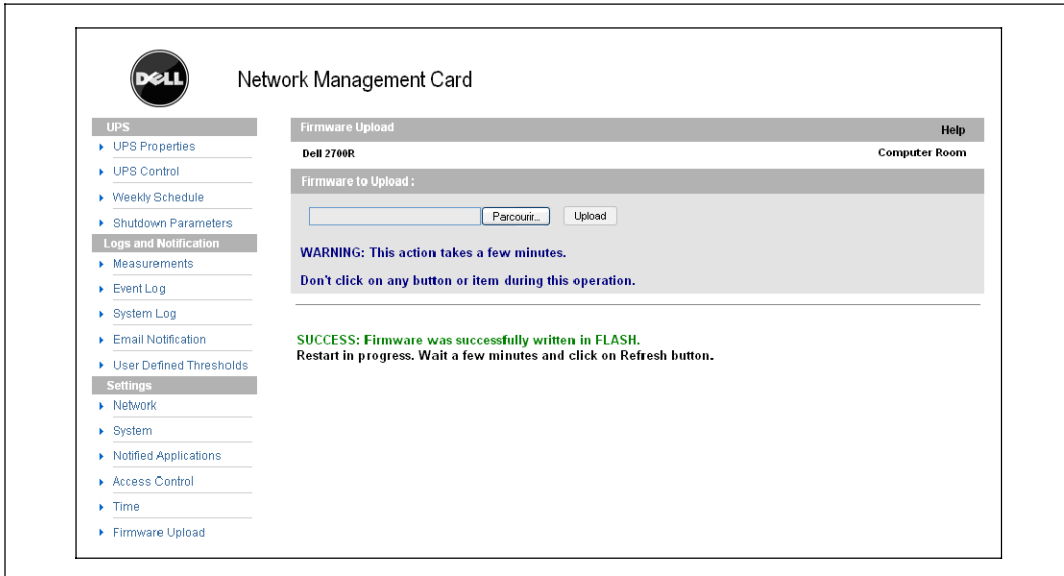

图 47. 固件成功写入回应
**注意:** 上传可能需要长达5 分钟。 在卡显示固件成功上传的确认信息之前，不要中断操作( 图 47 )。